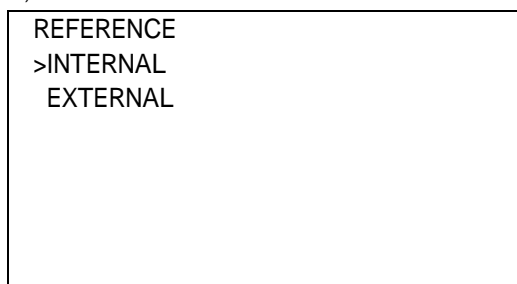

図4-36オンスクリーンメニュー (REFERENCE例)
- 1) メインメニューで「REFERENCE」を選択し、**ENTER**ボタンを押すと図 4-36 のような設定メニューが表示されます。